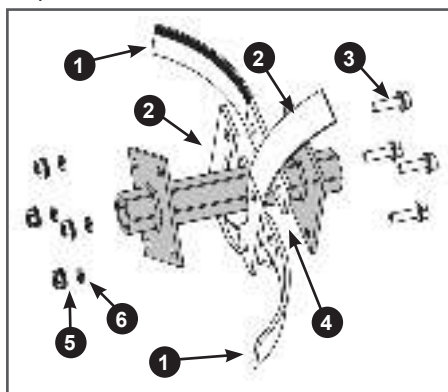

Рис. 15 Установка ножей на внутренний фланец основной секции оси фрезы
3. Установите ножи на внутренний (со стороны редуктора) фланец основной секции оси (Рис. 15). Со стороны редуктора вставьте в отверстия во внутреннем фланце 4 оси болты 3, далее в соответствии с рисунком 15 на внутренний фланец с внешней его стороны установите правые ножи 1 (имеющие изгиб в сторону от редуктора), затем, как показано на Рис. 15 установите левые ножи 2 (имеющие изгиб к редуктору). После этого установите пружинные шайбы 6 и закру-
тите гайки 5 (Рис. 15). Затяните все резьбовые соединения.